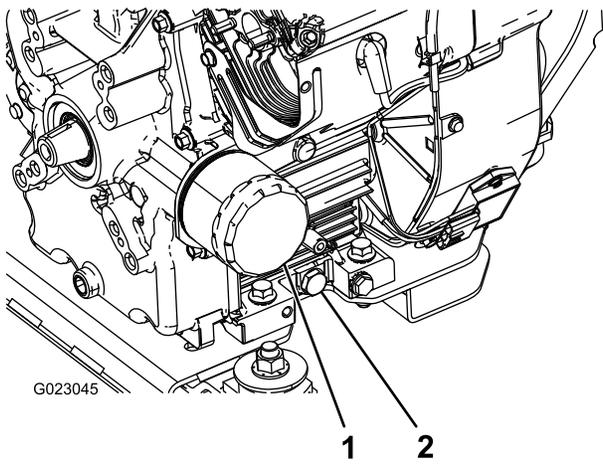

图41
- 拆下排油塞 图41。
2. 拆下机油滤芯 图41。
5. 将新机油滤芯装在机油滤芯安装座上。顺时针转动机油滤芯直至橡胶垫片接触到机油滤芯安装座然后将机油滤芯再旋入 1/2 圈 图41。